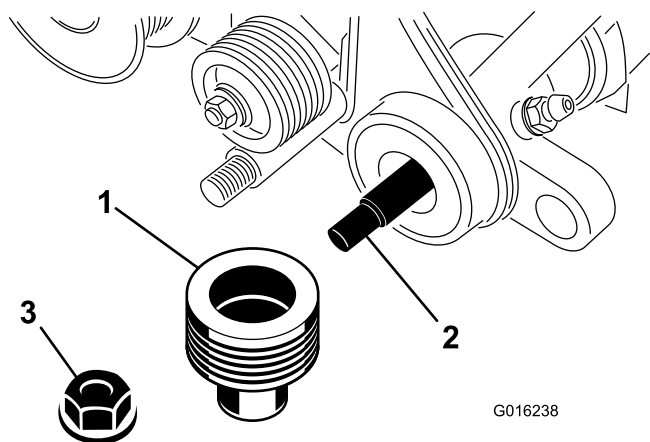

Рисунок 31
6. Удалите фланцевую контргайку, крепящую ведомый шкив на конце вала щетки (Рисунок 31). Снимите шкив.